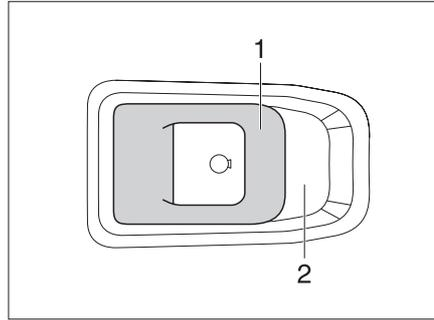

Bild 30 Türschloss Eingangstür, innen
**Öffnen:** ■ Griff (Bild 30,1) ziehen.
**Verriegeln:** ■ Griff (Bild 30,1) in die Griffschale (Bild 30,2) drücken.